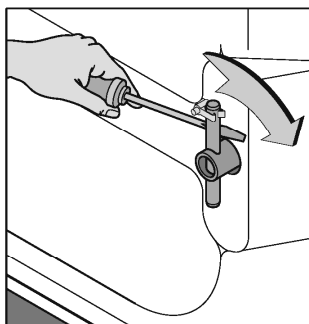

Bild 1
Die Transportsicherung unbedingt vor der Inbetriebnahme entfernen (Bild 1 - 3), sonst muss während des Betriebes mit Schäden am Gerät gerechnet werden.
- **Beide** Stangen aus der Verankerung lösen und herausziehen (Bild 1 und 2).